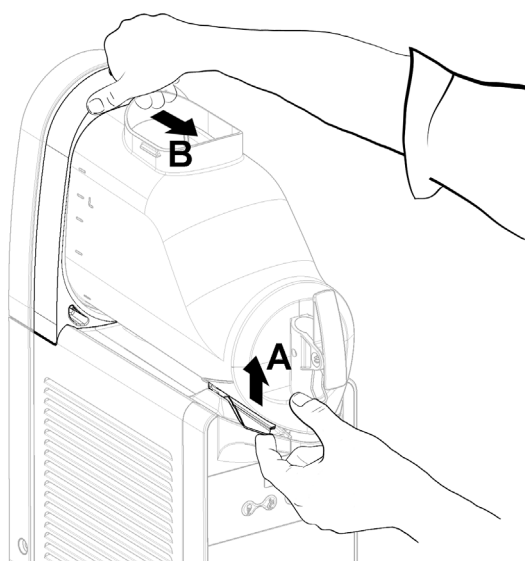
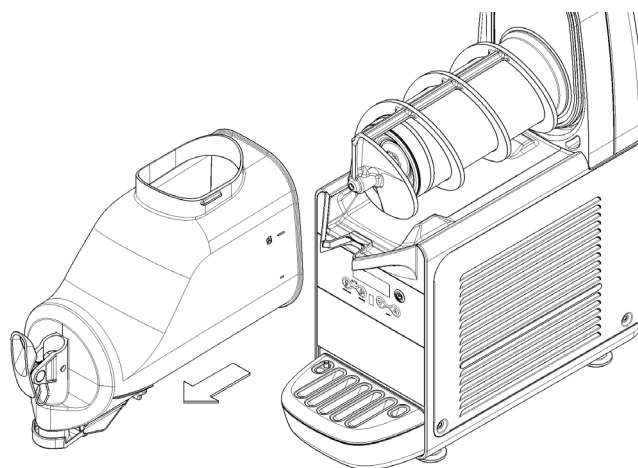

figura 7
figura 8
2 Per smontare il contenitore è necessario spingere verso l'alto l'apposita leva (vedere figura 7) e quindi sfilare il contenitore stesso (vedere figura 8).
- 3 Rimontare il rubinetto sul contenitore con sequenza inversa rispetto a quella di figura 8.